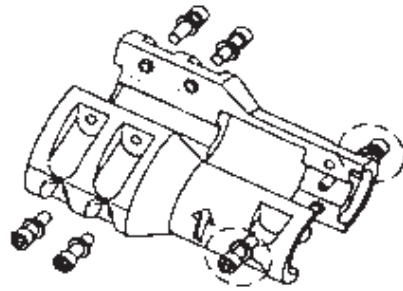

Figure 29 — Vis d'assemblage à 6 pans creux de l'accouplement
26. Fixer le fouloir au logement de garniture avec les quatre (4) vis à tête hexagonale et les serrer au couple approprié.
28. Fixer le moteur à l'adaptateur avec les quatre (4) vis à tête hexagonale enlevées à l'étape 6 précédente. Les serrer au couple pertinent (v. Données techniques, page 8).
31. Serrer à peine les deux (2) vis d'assemblage à 6 pans creux, côté pompe de l'accouplement (fig. 29).